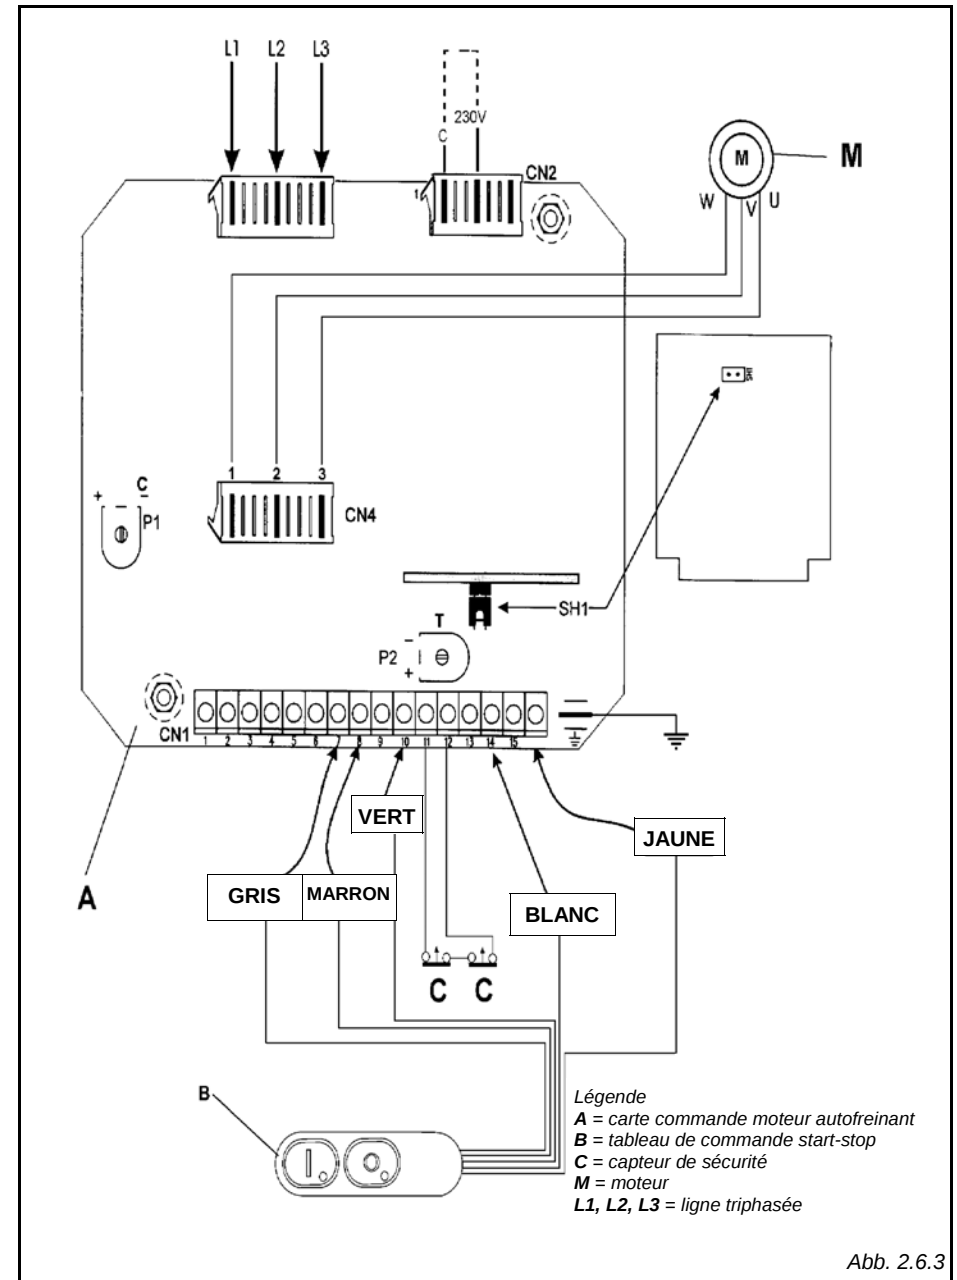

Abb. 2.6.3
2.6.3 Schéma électrique triphasé branché à 230V (fig. 2.6.3)